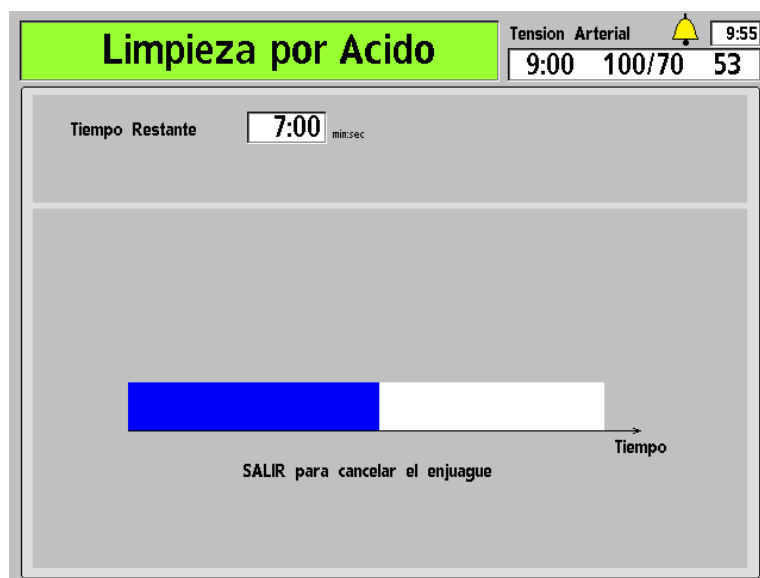

Figura 93 – Pantalla Limpieza por Ácido
5. Presione **CONFIRM** para iniciar el programa Limpieza por Ácido. La pantalla “Limpieza por Ácido” aparece (vea Figura 93 – Pantalla Limpieza por Ácido). El progreso de la limpieza por ácido se indica en la barra horizontal.
5. Presione **CONFIRM** para iniciar la parte del programa Limpieza por ácido. La pantalla “Limpieza por Ácido” aparece (vea Figura 93 – Pantalla Limpieza por Ácido). El progreso de la limpieza por ácido se indica en la barra horizontal.